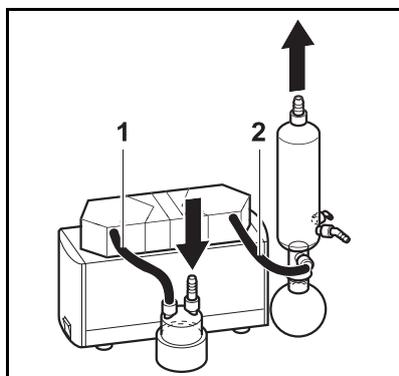

Fig. 15: collegamenti flessibili sistema SH
2	Tubi flessibili (v. fig. 15) <ul style="list-style-type: none"> ▪ Agente resistente al fluido utilizzato ▪ Diametro interno 10 mm ▪ Lunghezze: (1) ca. 150 mm, (2) ca. 220 mm
4. Eseguire i collegamenti flessibili del sistema (v. fig. 15).